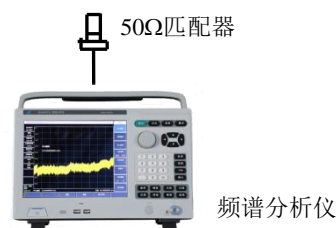

图 11-8 显示平均噪声电平测试设置
- 1) 按图 11-8 所示把 50Ω 匹配器连在频谱分析仪的射频输入端口上。